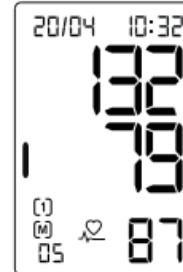

fig. 1
- Alla fine della misurazione, sul display compaiono contemporaneamente il valore della pressione arteriosa sistolica e diastolica, e in basso la frequenza del polso (vedi fig.1).
- Oltre ai valori di misurazione, compaiono l'ora, la data, la memoria utente corrispondente ① o ② e il relativo numero di posizione di memoria (ad es. ④ 05). Il valore di misurazione viene assegnato automaticamente alla memoria utente visualizzata. Finché il risultato della misurazione resta visualizzato, è possibile assegnare i valori alla relativa memoria utente premendo il tasto ① o ②. Qualora non venga eseguita nessuna assegnazione, il valore di misurazione viene automaticamente memorizzato nella memoria utente indicata. Con l'indicatore di risultato sulla sinistra del display è possibile classificare il risultato della misurazione (vedi tabella del capitolo 3 Informazioni sulla pressione arteriosa).
- Per spegnere il dispositivo, premere il tasto START/STOP ①, altrimenti il dispositivo si spegnerà automaticamente dopo 60 secondi.